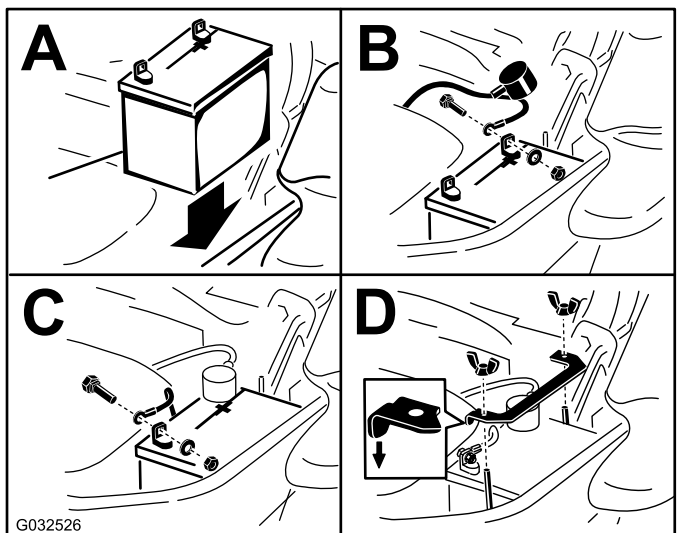

Figure 60
**Remarque:** Placez la batterie dans son support en tournant les bornes à l'opposé du réservoir hydraulique (Figure 60).